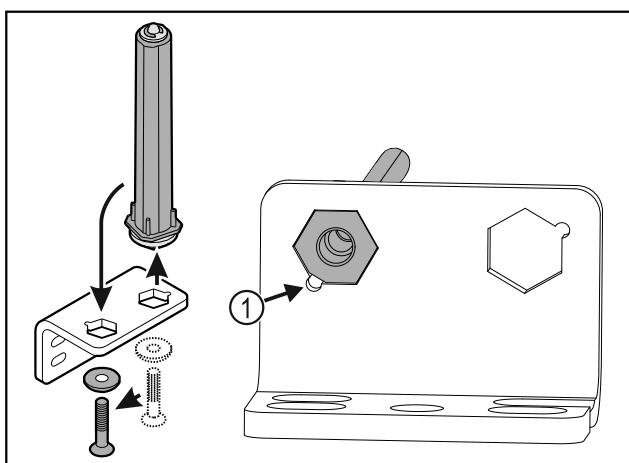

Fig. 27
- ▶ Lors de l'insertion de l'axe, veiller à ce que son chanfrein Fig. 27 (1) soit du côté du trou rond.